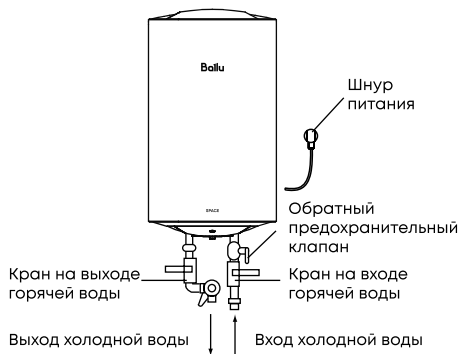

Рис. 1.
3. Предохранительный обратный клапан следует устанавливать в месте входа воды (см. рис. 1).